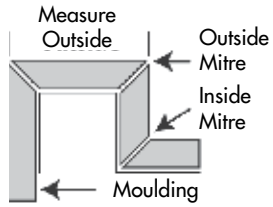

Figura 1.1
- También determine el ángulo de cada esquina. (Figura 1.1)